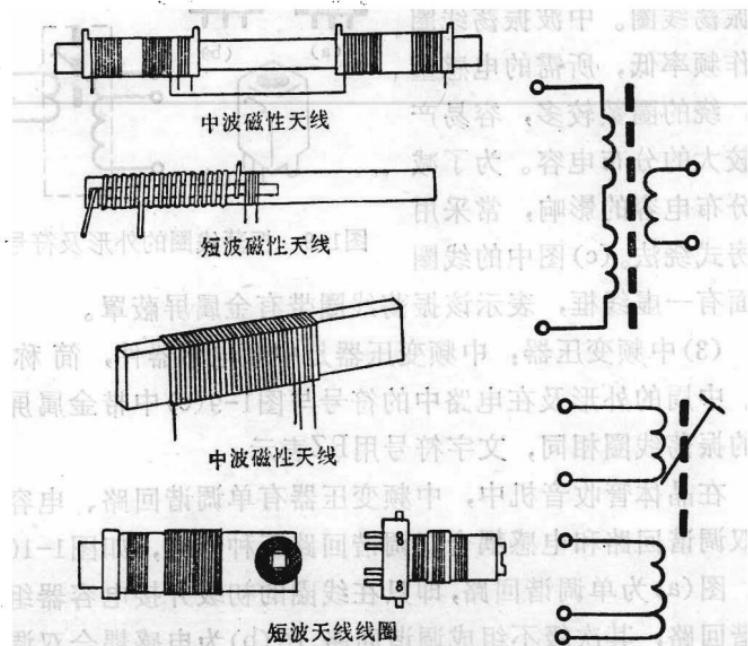

图1-8 天线线圈的外形及符号
(1) 天线线圈：天线线圈是一种高频电感器件，采用铁氧体做线圈的芯子，其外形及在电路中的符号，如图1-8所示，文字符号用B表示。天线线圈中的铁氧体芯常采用磁棒，